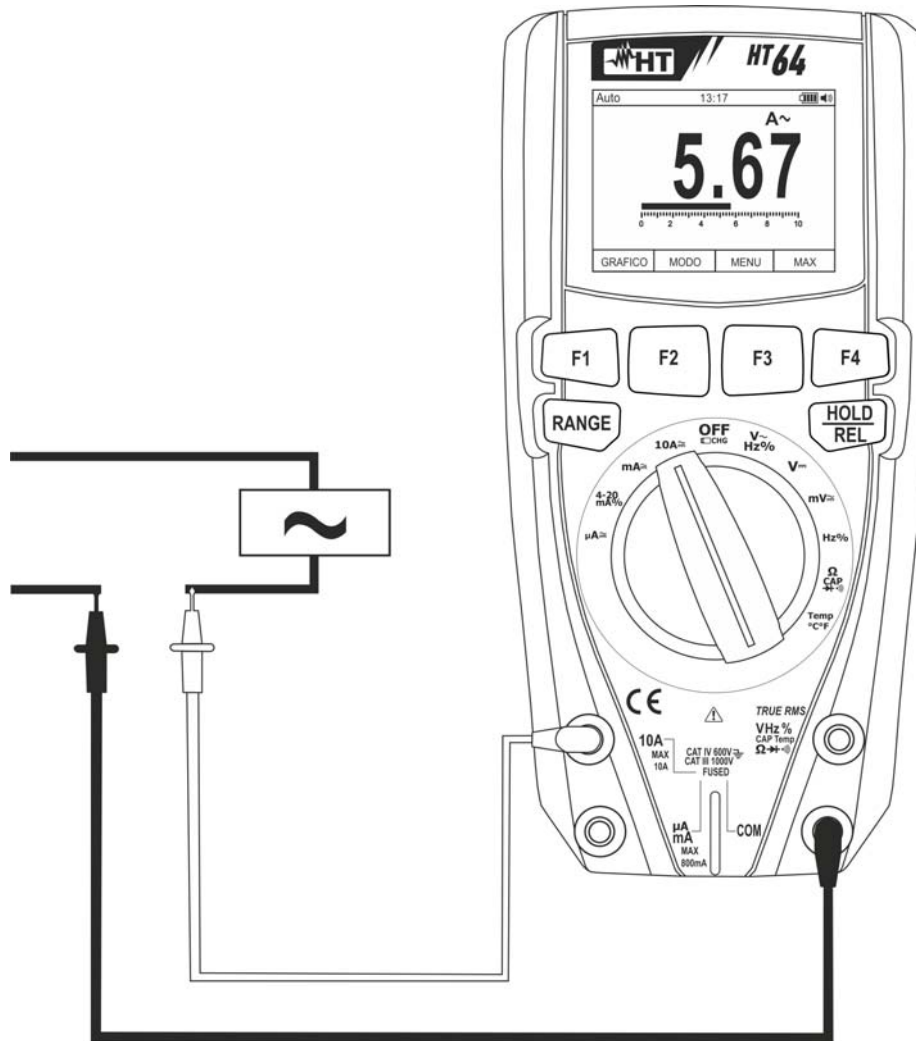

Fig. 30: Uso dello strumento per misura di Corrente AC
5. Collegare il puntale rosso ed il puntale nero in serie al circuito di cui si vuole misurare la corrente (vedere Fig. 30)